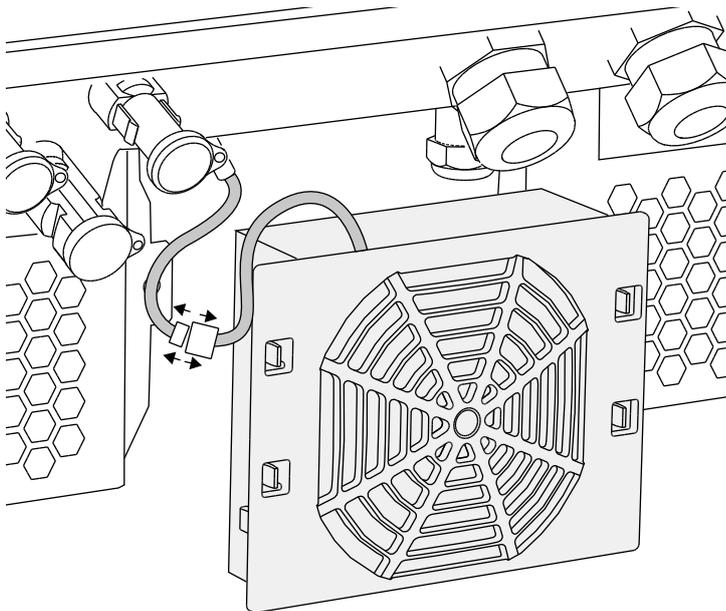

Fig. 62: Retirar el cable del ventilador
4. Extraer la unidad del ventilador completamente de la carcasa. Para ello, separar la conexión de enchufe del cable del ventilador.  **Fig. 62**